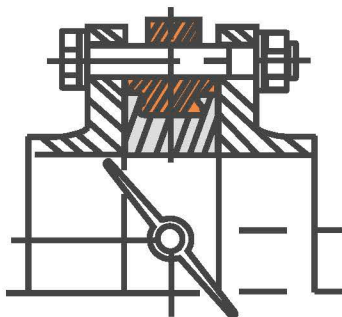

Рисунок 7
2.14. Медленно закройте и откройте дисковый затвор. Если установка затвора была проведена правильно, затвор должен свободно открываться и закрываться (Рис. 7).